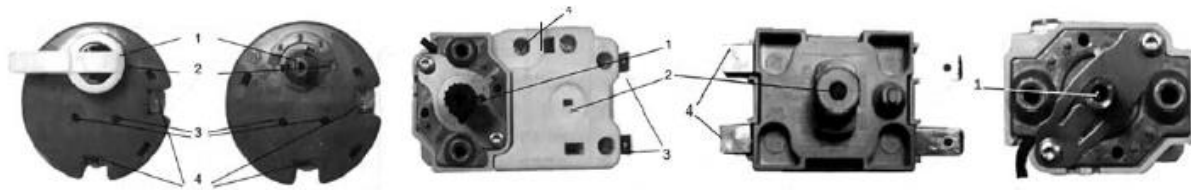

Рис. 3. Внешний вид терморегулятора
– нажать на кнопку тепловой защиты, которая расположена в корпусе терморегулятора (рис. 3, поз.2)
- для моделей D400-2-BC выполните подключение соответствующих проводов к клемме А1 и В1 защитного термостата (см. рис. 3г);
- модели Steatite (N3CM (E)) – на термостате (рис. 3в) под защитной крышкой по часовой стрелке;
- модели EGO – на термостате (рис. 3б) под защитной крышкой против часовой стрелки.